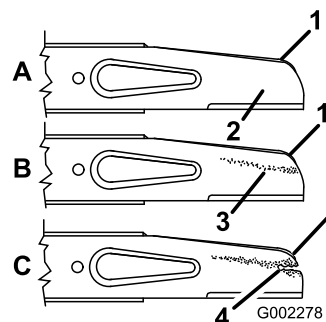

Figure 26
2. Enlevez le boulon de lame, la rondelle de blocage, l'accélérateur et la lame (Figure 26).